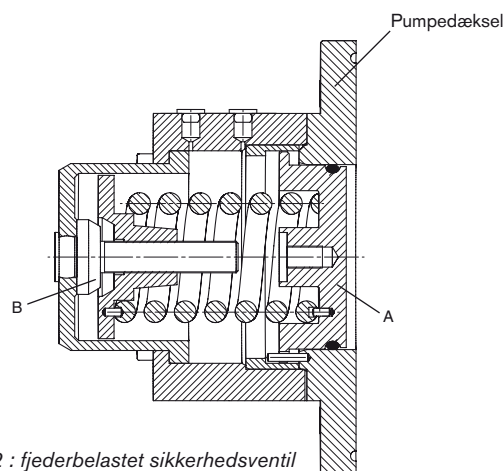

Fig 2 : fjederbelastet sikkerhedsventil
Fig. 2 viser ventilen delvis åben. Mellemptrykket inden i rotorkassen har forceret ventilhovedet (A) til venstre, mod fjederens kraft.